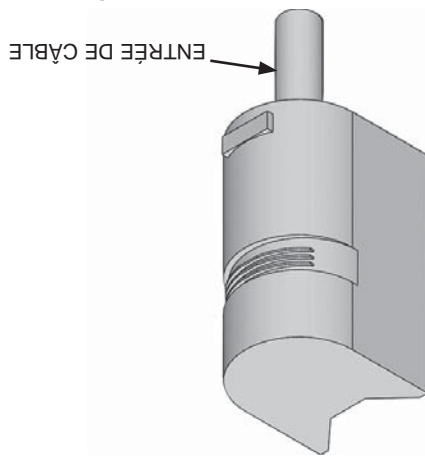

FIGURE 16. CAPTEUR EXTÉRIEUR
2. Bornes d'extérieures : Dans le cas des chaudières hydroniques, elles sont branchées aux capteurs d'extérieurs. Cependant, dans le cas des chaudières à eau chaude, elles ne sont pas branchées. Voir Figure 15. Les capteurs extérieurs doivent être montés avec l'entrée de câble dirigée vers le bas tel qu'illustré à la Figure 16. La longueur maximale du câble qui fait la connexion entre la chaudière et le capteur extérieur ne doit pas dépasser 15,2 m (50 pi).